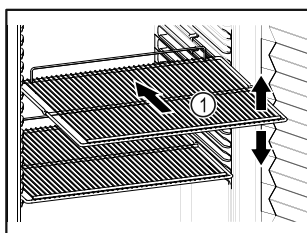

Fig. 88 Vejledende illustration
- ❑ Tilpas højden, når bæreristene Fig. 88 (1) kan flyttes.